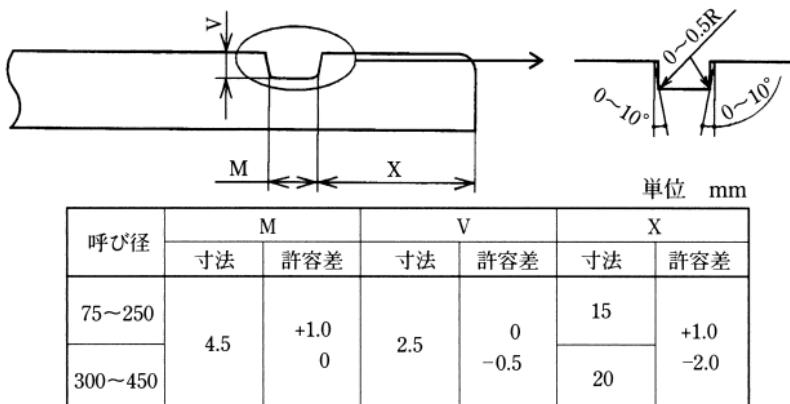
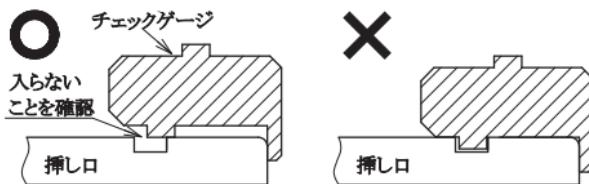

図55 挿し口加工寸法
図57 挿し口端面から溝までの距離の確認
(3) 専用の溝切機、および切断機で管の挿し口加工と切断を行う。
(4) 挿し口加工の寸法は図55のとおり。
- ② チェックゲージが溝と挿し口端面の間に入らないことを確認する(図57参照)。チェックゲージが入る場合、挿し口端面から溝までの距離が短いので、原因を確認し、新たに挿し口加工をやり直す。なお、呼び径75~250と呼び径300~450ではX寸法(図55参照)が異なるため、使用するチェックゲージが異なる。